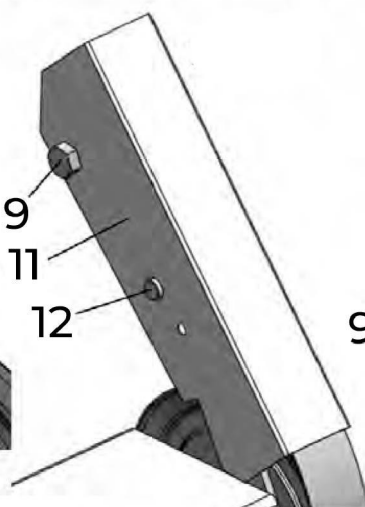

рис. 15
Установить защитный кожух (11) отверстием на ось (12) и пазом на болт М12 (9) (рис. 15).